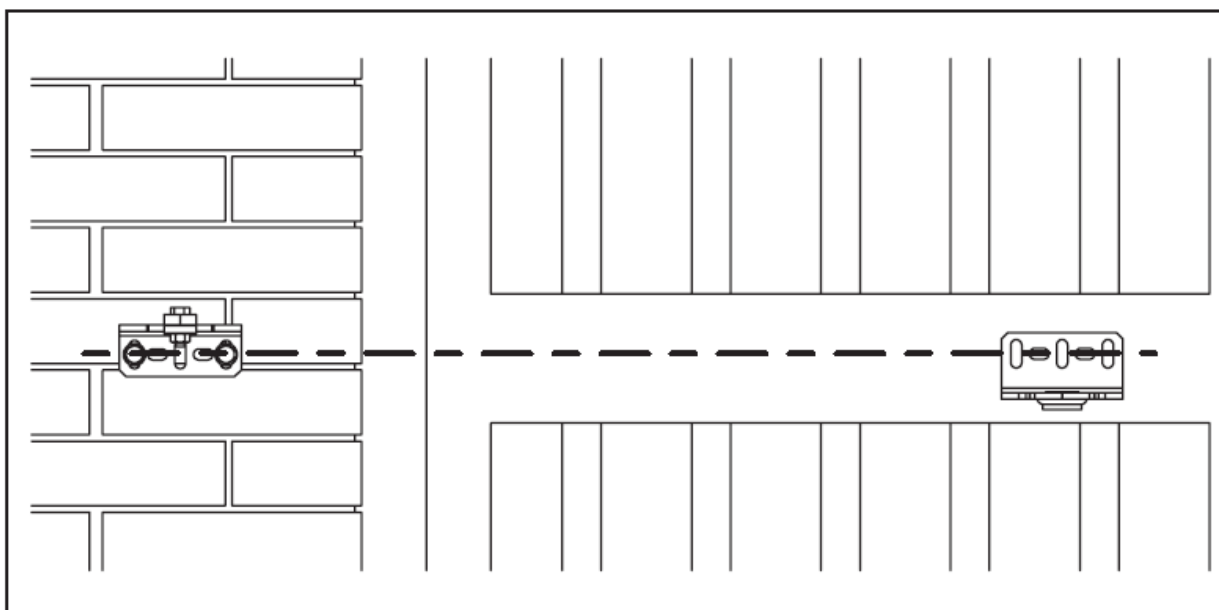

Рис. 17
*Ось крепежных отверстий переднего кронштейна следует совместить с осью крепежных отверстий заднего кронштейна, см. рис. 17. Если структура ворот не позволяет надежного крепления, ее следует адаптировать для обеспечения прочной опорной базы.*